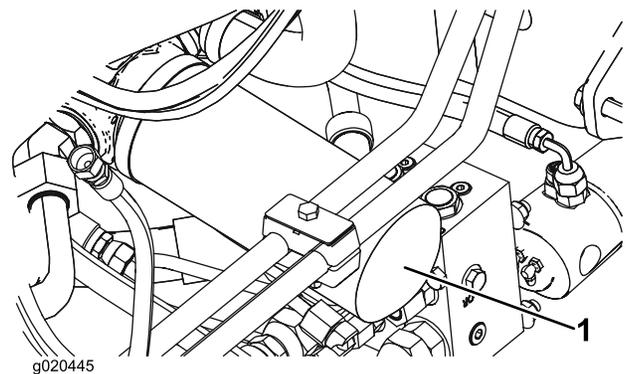

Figura 99
2. Limpie alrededor de la zona de montaje de los filtros. Coloque un recipiente debajo del filtro y retire el filtro (Figura 99).